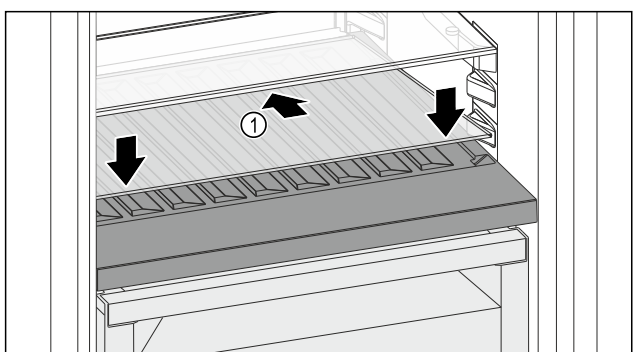

Fig. 110
- Helyezze be ferdén, hátul lefelé döntve az üveglapot Fig. 110 (1).
- Engedje le az üveglap Fig. 110 (1) elejét.